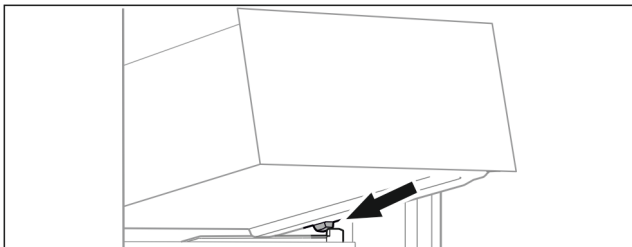

Fig. 85
- ▶ Schubfach schräg hinter den Stopperrahmen auf Behälterrippe aufsetzen. (siehe Fig. 85)